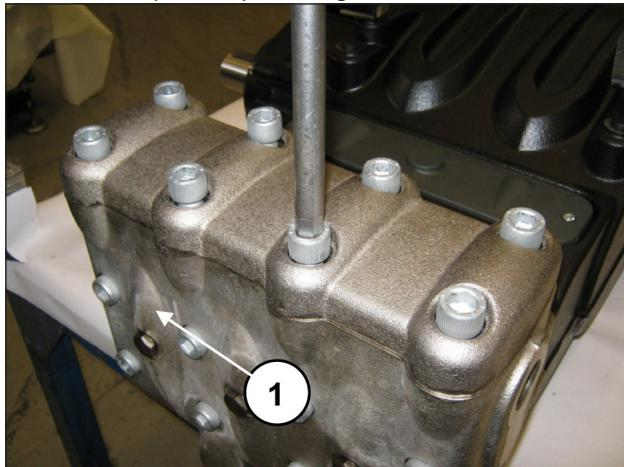
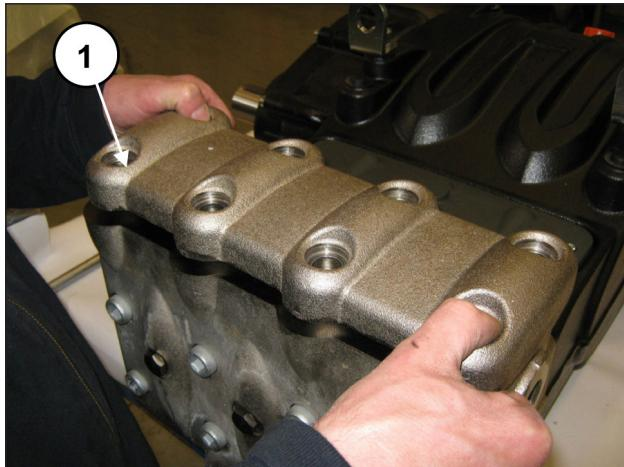

Fig. 96
Fig. 97
Svitare le 8 viti M16x55 del coperchio valvole (pos. ①, Fig. 96) e rimuovere il coperchio (pos. ②, Fig. 97).